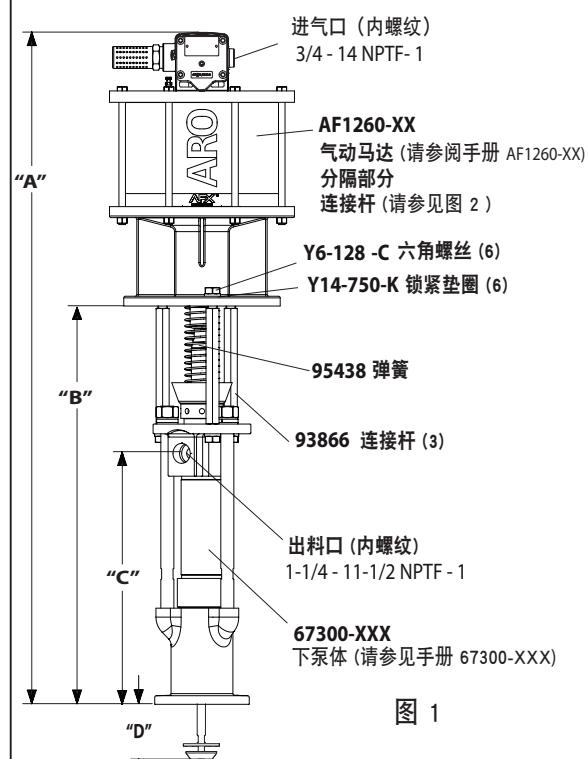

图 1
- 从连 (93866) 接螺杆上扭下三个六角螺钉螺母 (Y6-128-C) 和垫片 (Y14-750-K) (见图1)。